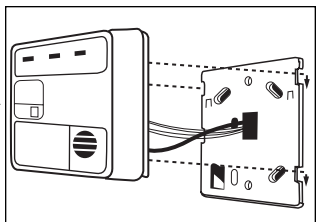

FIGURA 3
9. Alinee las lengüetas de la parte posterior de la base con las ranuras que están en los costados de la placa de montaje. Deslice la placa hacia abajo hasta quede asegurada en su sitio. Vea la Figura 3.